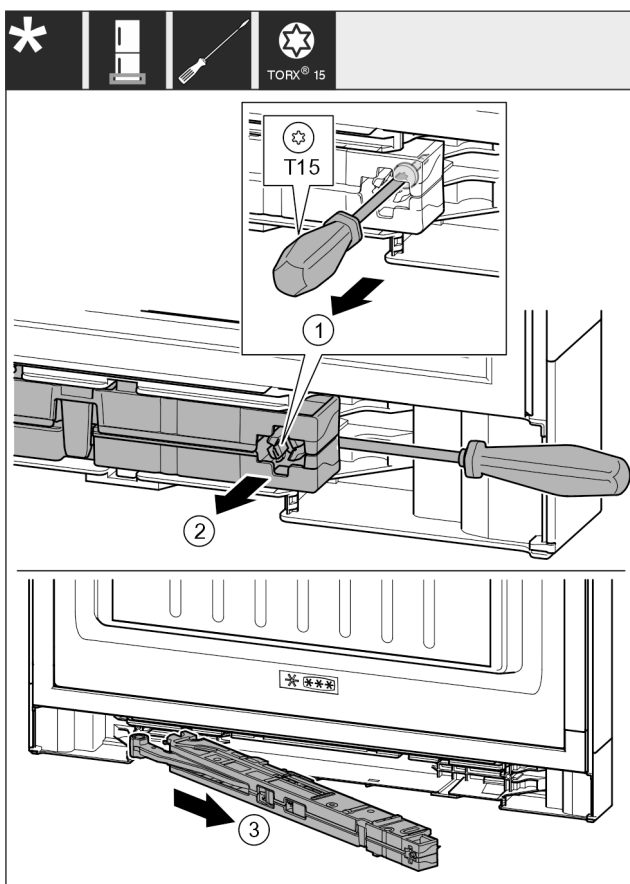

Fig. 17
- ▶ Løsne skruen på lukkedemperenheten med en skrutrekker T15 ca. 14 mm Fig. 17 (1)
- ▶ Sett inn en skrutrekker bak lukkedemperenheten på håndtakssiden. Drei enheten fremover. Fig. 17 (2)
- ▶ Trekk ut enheten. Fig. 17 (3)